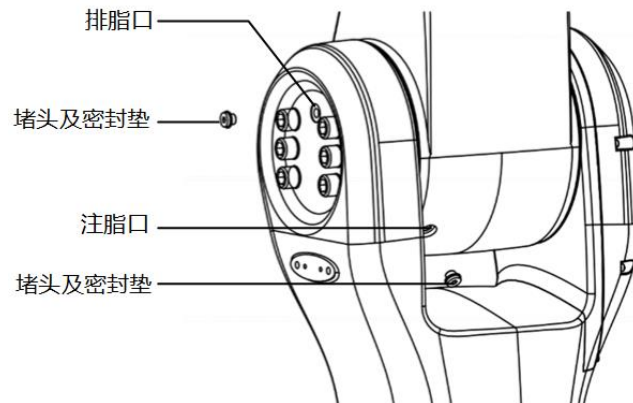

图 12-7 更换 J2 轴减速器润滑脂
- 步骤4. 卸下排脂口 M10x1 堵头及密封垫圈，如图 12-7 所示。